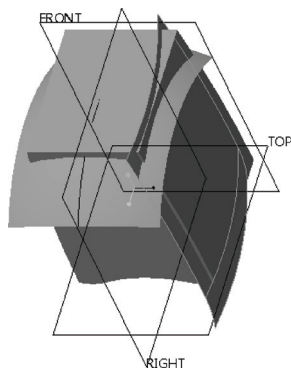

图 12-83 创建扫描曲面 2
7) 在“扫描”选项卡中单击 (完成) 按钮, 创建图 12-83 所示的扫描曲面 2。